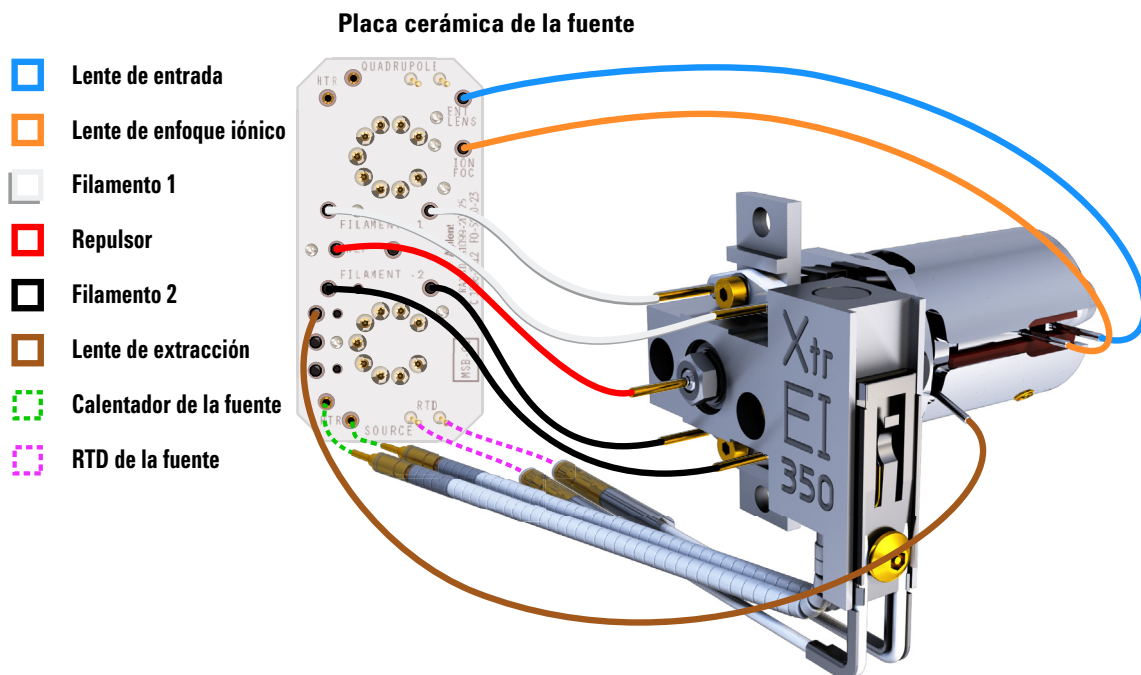

Figura 44 Cableado de la fuente EI XTR
- 2 Use pinzas o alicates para conectar/desconectar los cables del calentador de la fuente de la placa cerámica de la fuente (CSB). (Consulte la Figura 44.)